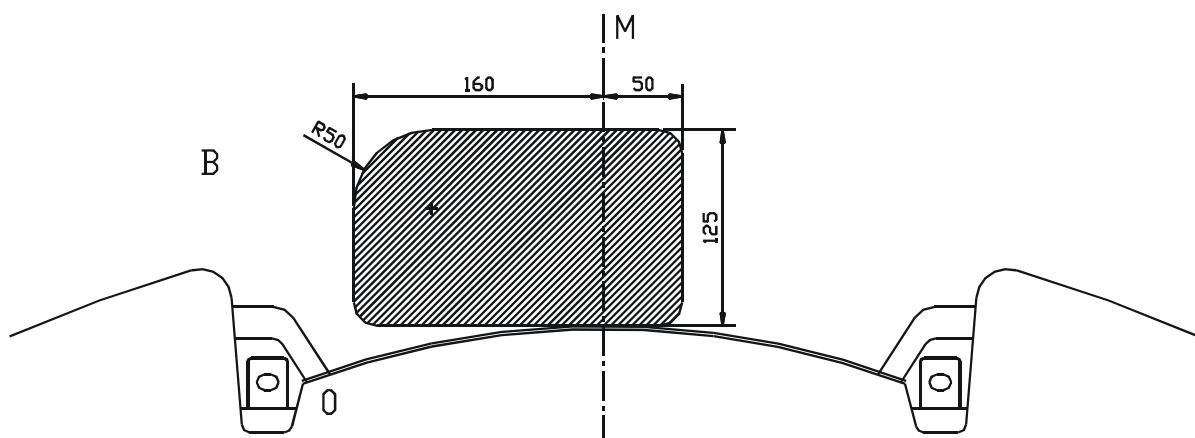

Fig. 1
2. Montere de uitlaatophanging (2) rechts (*bij dubbele uitlaat moet ook uitlaatophanging (1) links gemonteerd worden*) op de bouten waar de stootbalk is bevestigd. Gebruik daarvoor de originele bouten.
3. Positioneer monterestuk (4) rechts in de chassisbalk tot de punten (A) passen met de voorziene boringen. Breng bouten en rondsels aan en schroef handvast.
4. Bevestig de trekhaak met de punten (B) aan de draagarm (ref.4), breng de bouten in en schroef handvast. Breng links de draagarm (3) in de chassisbalk tot de punten (A) passen met de voorziene boringen in de chassisbalk en met de punten (B) in de trekhaak. Breng de bouten in en schroef alles degelijk vast (zie aanhaalmomenten).
5. Maak in de onderzijde van de bumper eeninsnijding volgens fig.1 en montere de bumper terug op het voertuig.
2. Monter la suspension d'échappement (2) à droite (*en cas d'échappement double, la suspension d'échappement (1) doit également être installée à gauche*) sur les écrous où le butoir est fixé. Utiliser pour cela les écrous originaux.
3. Positionner la pièce de montage (4) à droite dans la poutre de châssis jusqu'à ce que (A) soit adapté aux forages prévus.
4. Fixer l'attelage avec les points (B) au bras-porteur (4), insérer les boulons sans serrer. Placer le bras-porteur (3) dans la poutre du châssis jusque les points (A) s'adaptent aux forages prévus dans la poutre du châssis et avec les points (B) dans l'attelage. Insérer les boulons et bien bien fixer le tout (cfr. couples de serrage).
5. Faire une découpe dans le dessous du pare-chocs, selon la figure 1 et remonter le pare-chocs sur le véhicule.
2. Montieren Sie die Auspuffaufhängung (2) rechts (*bei einer doppelten Auspuffanlage muss auch die Auspuffaufhängung links (1) montiert werden*) auf die Bolzen, an denen der Stoßfänger befestigt ist. Verwenden Sie dazu die Originalbolzen.
3. Positionieren Sie das Montierstück (4) rechts auf den Chassisträger bis (A) mit den vorgegebenen Bohrungen übereinstimmt. Bringern Sie die Bolzen und Ritseln an und schrauben Sie alles handfest.
4. Die Anhängekupplung mit den Punkten (B) an die Trägerarmen (4) befestigen, die Bolzen einbringen ohne anzuschrauben. Links, der Trägerarm (3) im Chassisbalken bringen bis Punkte (A) mit die vorhandenen Bohrungen im Chassisbalken passen und mit den Punkten (B) in Anhängekupplung. Die Bolzen einbringen und alles entsprechend der Drehmomentenvorgabe festziehen.
5. Machen Sie an der Unterseite der Stoßstange gemäß Abbildung 1 eine Einkerbung und montieren Sie die Stoßstange wieder am Fahrzeug.